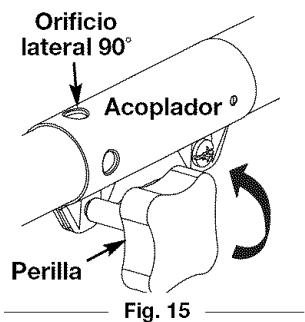
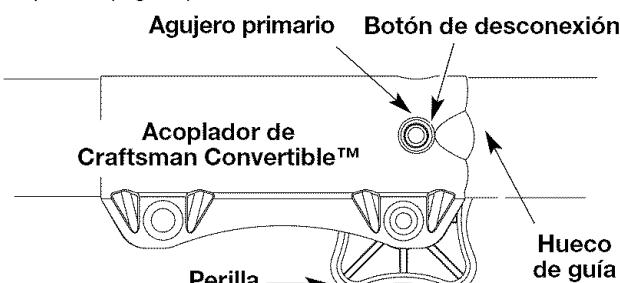
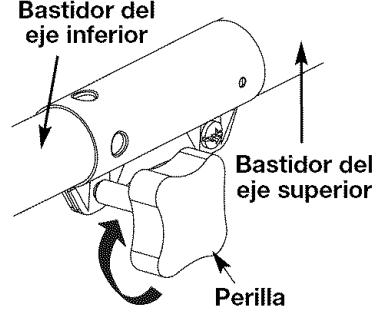

Fig. 15
Fig. 16
Fig. 17
2. Gire la perilla en sentido antihorario para aflojarla (Fig. 15).
3. Oprima y sostenga el botón de desconexión (Fig. 16) y gírelo con firmeza 90° en cualquier dirección (según el modo en que quiere recortar el borde) (Fig. 15).
4. Dé vuelta a la perilla a la derecha para tratar el acoplador (Fig. 17).
2. De vuelta a la perilla a la izquierda para aflojar el acoplador (Fig. 15).
3. Mientras que firmemente sostiene el accesorio, empújelo derecho en el acoplador hasta el botón liberador (Fig. 16) se encaja a presión hacia el agujero primario (Fig. 16). El agujero primario está en el lado opuesto del acoplador de la perilla (Fig. 16). La alineación del botón de desconexión con el hueco de guía facilitará la instalación (Fig. 16).
PRECAUCIÓN: Antes de operar esta unidad, cerciórese de que el botón de liberar esté completamente trabado en el agujero primario (Fig. 16), y que la perilla (Fig. 17) esté bien apretada.
3. Oprima y sostenga el botón de desconexión (Fig. 16).